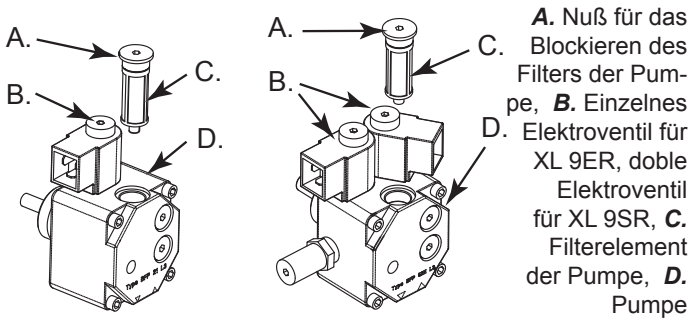

Abbildung 11 - Pumpe des Brenners
- Schrauben Sie die Nuß (A Abb. 11) das ab, welches das Filterelement zur Pumpe blockiert.
- Extrahieren Sie das Filterelement (C Abb. 11) außerhalb seines Platzes.